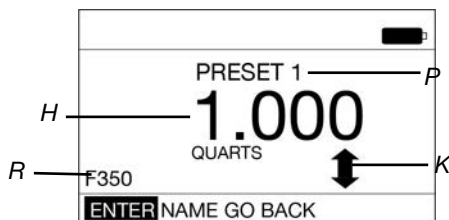

FIG. 46
2. L'écran illustré sur la FIG. 46 s'affiche.
- P INTITULÉ DU PRÉRÉGLAGE** - Identifie l'option de préréglage en cours de configuration. Dans l'exemple illustré sur la FIG. 46 il s'agit de « PRESET1 ». En d'autres termes, vous êtes en train de configurer les paramètres de préréglage pour le mode « PRESET1 » figurant dans la liste.
- R NOM** - Autres informations concernant le mode PRESET, comme le type de moteur ou de véhicule, le fabricant/modèle, le type de fluide, etc. Dans l'exemple illustré sur la FIG. 46 le nom indiqué dans le champ NOM est « F350 » pour le préréglage « PRESET1 ».
Vérifier que l'option ENTRÉE est bien en surbrillance dans le coin gauche inférieur de l'écran (FIG. 46).
1. Utiliser les touches fléchées HAUT et BAS du clavier pour augmenter ou diminuer la QUANTITÉ PRÉRÉGLÉE (H) (FIG. 46).
1. Utiliser la touche fléchée DROITE du clavier pour mettre l'option NAME (Nom) (FIG. 46) en surbrillance. Appuyer sur la touche ENTRÉE sur le clavier pour sélectionner l'option NAME (Nom).